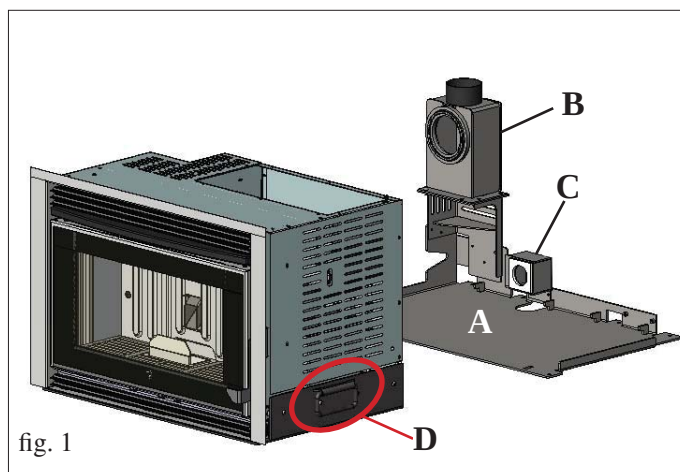

fig. 1
- Efter vurdering af indsatsens korrekte placering skal man løfte den vha. de to håndtag i indsatsens sider (D - fig. 1) op fra underlagspladen (A - fig. 1).